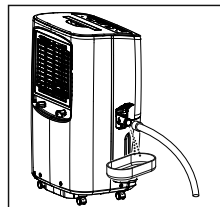

fig. 9
f. Cuando desee quitar la manguera de jardín, prepare una bandeja de goteo (no suministrada) para acumular el agua de la boquilla. (fig.9)